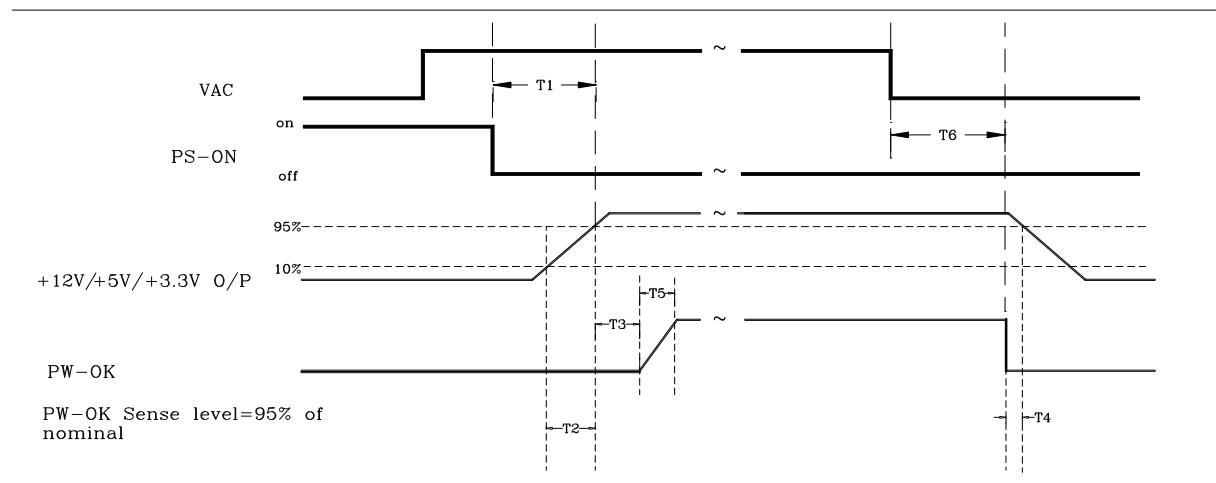

Рисунок 2. Временная диаграмма сигнала
Смотрите рисунок 2 для получения сигнала основного источника питания и других сигналов синхронизации.
4.4 Время отключения питания (см. Рисунок 2)
4.5 Сигнал ПГ (см. Рисунок 2)